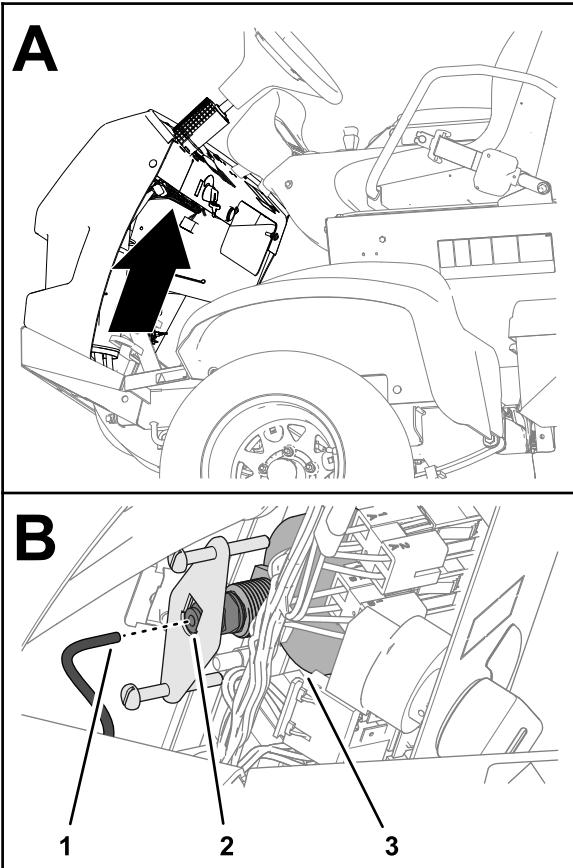

Рисунок 123
- Вставьте трубку в соединительную муфту в задней части манометра (Рисунок 123).